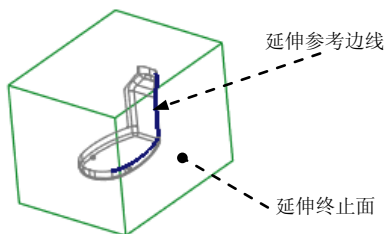

图 26.9 延伸参考边线 1
(1) 选取图 26.9 所示的复制曲面的边线（为了方便选取复制边线和创建延伸特征，遮蔽参考模型并取消遮蔽坯料）。
(2) 单击 **分型面** 功能选项卡 **编辑** 区域中的 **延伸** 按钮，此时出现 **延伸** 操控板。
(3) 选取延伸的终止面。在操控板中按下按钮 , 选取图 26.9 所示的坯料表面为延伸的终止面。
(4) 在 **延伸** 操控板中单击 ☒ 按钮，完成延伸曲面 1 的创建。